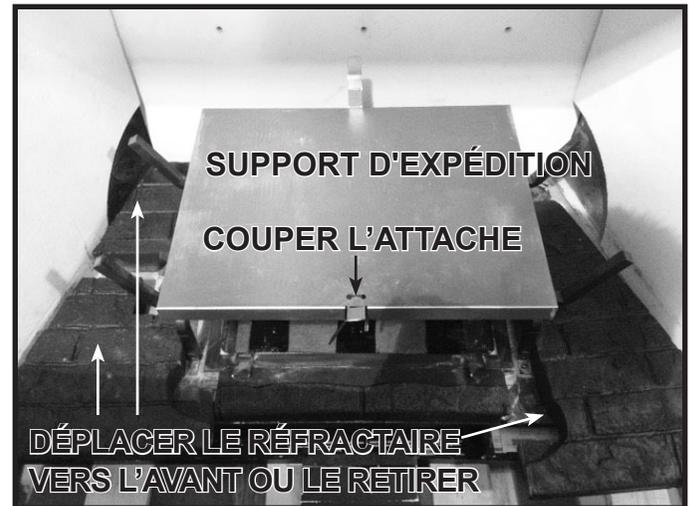

Figure 11.10 Détacher le support d'expédition de la grille de bûche
3. Détachez le support d'expédition de la grille de bûche en coupant l'attache avec un couteau tout-usage. Voir la figure 11.10.
5. Glissez les deux pièces réfractaires de base de gauche et une de droite vers l'avant, ou enlevez-les complètement. Voir la figure 11.10.